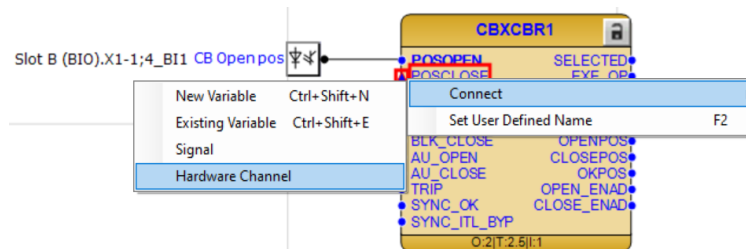

Imagen 77_Conexión de canal a la entrada POSCLOSE del bloque CBXCBR1.
2.2.5 Realizamos el mismo procedimiento, pero para la entrada “POSCLOSE” como observamos en la **Imagen 77**, con clic derecho y después seleccionamos “Hardware Channel - Connect”.